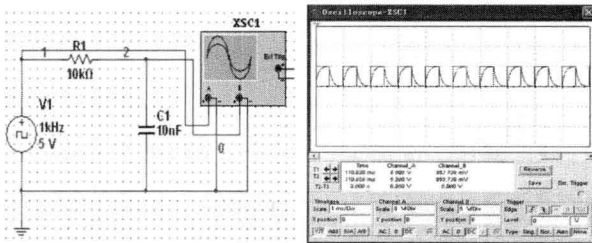

图 S1-2 RC 一阶响应电路
1. 在 Multisim 平台上建立如图 S1-2 所示电路，双击示波器图标，显示出示波器的虚拟面板图，选择合适的电压和时间挡位。